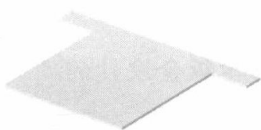

图 1.2 基体-法兰
Step2. 创建图 1.2 所示的钣金基础特征——基体-法兰。选择下拉菜单 **插入(I)** → **钣金(H)** → **基体法兰(A)...** 命令（或单击“钣金”工具栏上的“基体法兰/薄片”按钮 ）；选取前视基准面作为草图平面，在草绘环境中绘制图 1.3 所示的横断面草图，选择下拉菜单 **插入(I)** → **退出草图** 命令，退出草绘环境，此时系统弹出图 1.4 所示的“基体法兰”对话框；在 **钣金参数(S)** 区域的  文本框中输入厚度值 0.20，在 **折弯系数(A)** 区域的下拉列表中选择 **K 因子** 选项，把 **K** 文本框的因子系数值改为 0.4，在 **自动切释放槽(I)** 区域的下拉列表中选择 **矩形** 选项，选中 **使用释放槽比例(A)** 复选框，在 **比例(I):** 文本框中输入比例系数值 0.5；单击 **确定** 按钮，完成基体-法兰的创建。